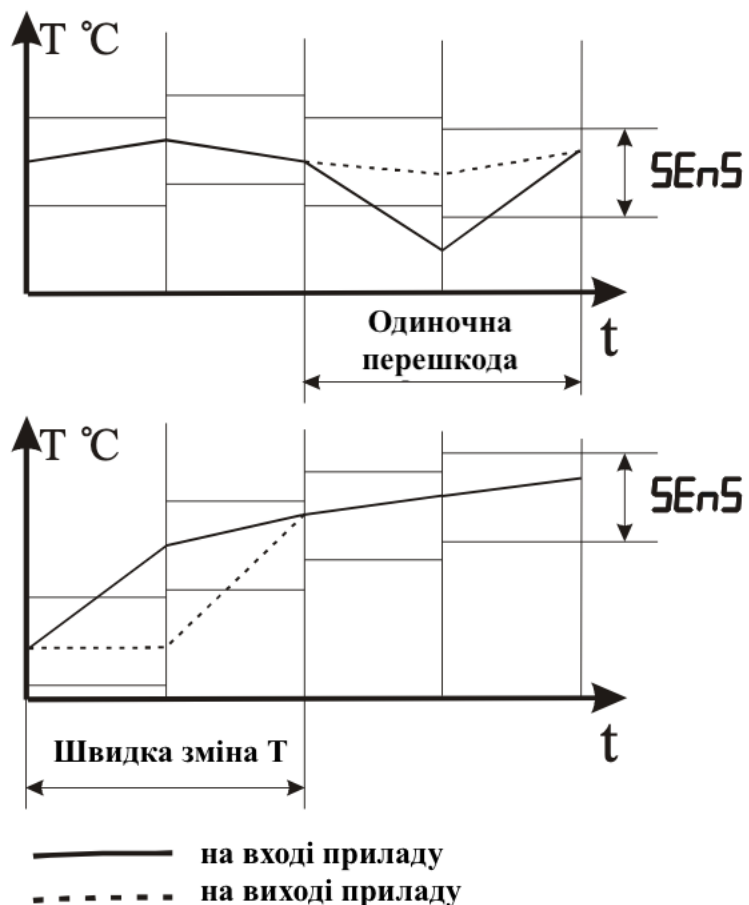

Рисунок 3.2 – Робота фільтра під впливом випадкових перешкод і різких змін сигналу
3.3.3.4 З метою зменшення впливу випадкових імпульсних перешкод на показання в прилад впроваджена цифрова фільтрація. Робота фільтра описується параметром «Смуга фільтра». Якщо поточне значення температури відрізняється від результатів попереднього вимірювання на величину, яка перевищує значення, зазначене в параметрі «Смуга фільтра», то температура вимірюється повторно, а на індикаторі залишається старе значення (див. рисунок 3.2).